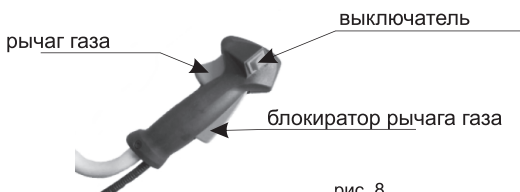

рис. 8
3. Нажмите на рычаг газа (рис.8), зажав блокиратор и плавно переведите выключатель в положение «I». После этого рычаг газа зафиксируется.
2. Переведите кнопку включения (Рис.8) в положение остановка («0»).